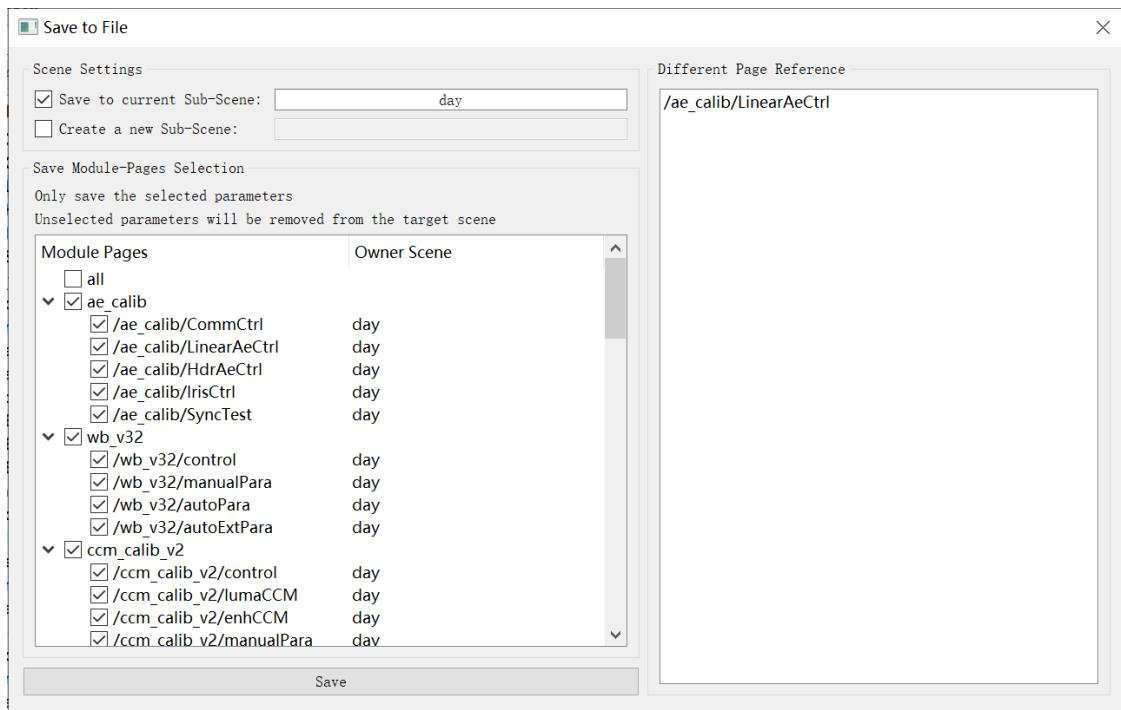

图3-5-5
- 点击菜单栏"File" - "Save As...", 如图3-5-5所示，可以将参数保存至步骤2选择的场景参数内，也可以另存为至一个新的场景参数，支持选择部分模块参数保存，并在窗口右侧的列表中显示出改动过的参数供用户参考；